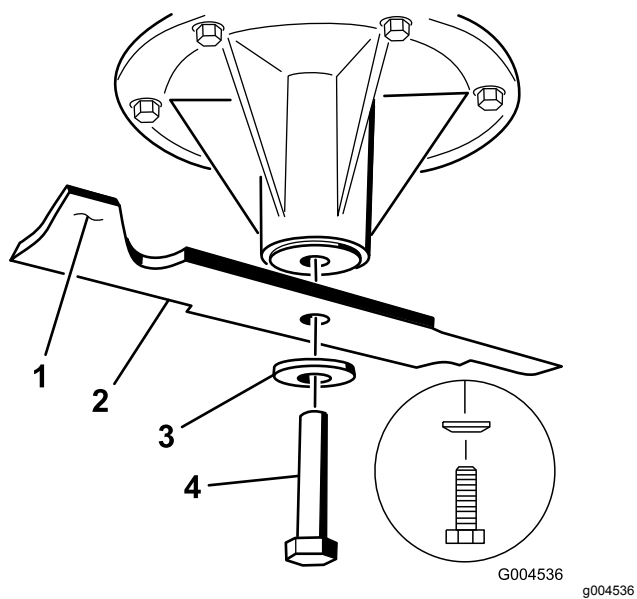

Figura 108
- Instale a lâmina no eixo (Figura 108).
- Instale o disco de mola e o parafuso da lâmina (Figura 108).